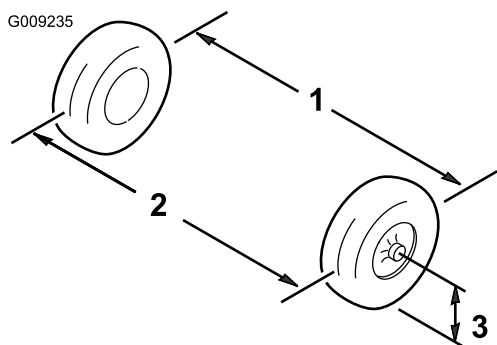

Figura 53
- Misurate la distanza tra i pneumatici anteriori all'altezza dell'assale, davanti e dietro le ruote (Figura 53).